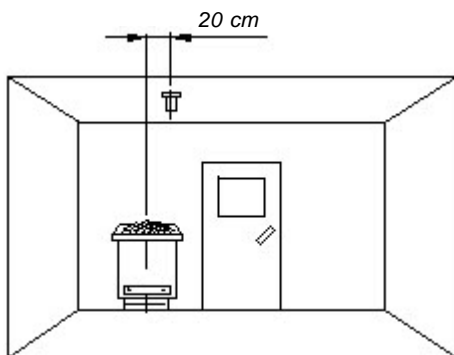

Fig. 6
Fate attenzione che i dati di misurazione si riferiscano ai valori delle prove dell'impianto secondo EN 60335-2-53. In linea di massima, il sensore del forno dovrebbe essere montato nel luogo in cui la temperatura raggiunge i valori maggiori. Un'indicazione relativamente il luogo del montaggio, la fornisce la fig. 6.
1. Il sensore del stufa viene montato in cabine di 2x2 m secondo le fig. 6 e 7, in cabine più grandi secondo le fig. 6 e 8.